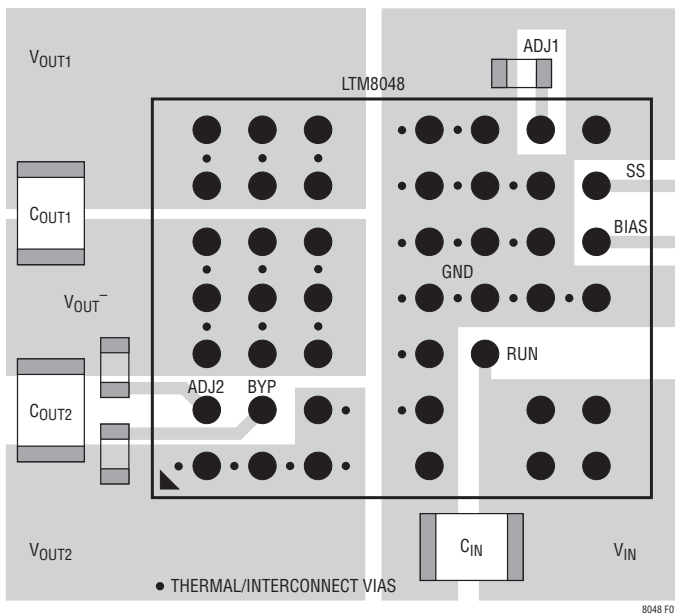

図1. 推奨外部部品、プレーン、およびサーマル・ビアを示すレイアウト
PCBのレイアウトに関連した困難な問題のほとんどはLTM8048による高度の集積化によって緩和ないし除去されませんでした。とはいえ、LTM8048がスイッチング電源であることに変わりはないので、電気的ノイズを最小に抑えて正しい動作を保証するには注意を払う必要があります。高レベルに集積化されていても、基板のレイアウトが良くないと規定動作を実現できないことがあります。推奨レイアウトについては図1を参照してください。接地とヒートシンクに問題がないことを確認します。
6. ビアを使って、GND銅領域をボードの内部グラウンド・プレーンに接続します。これらのGNDビアを多数分散配置して、プリント回路基板の内部プレーンへの十分なグラウンド接続と熱経路の両方を与えます。図1のサーマルビアの位置と密度に注意してください。これらの位置で内部GNDプレーンに接続されているビアは内部の電力を処理する部品に近接しているので、それらのビアによって与えられるヒートシンク機能から、LTM8048は恩恵を得ることができます。サーマルビアの最適個数はプリント回路基板の設計に依存します。たとえば、ある基板では非常に小さなビア孔を使用することがあります。この場合、大きな孔を使う基板に比べて多くのサーマルビアを採用します。